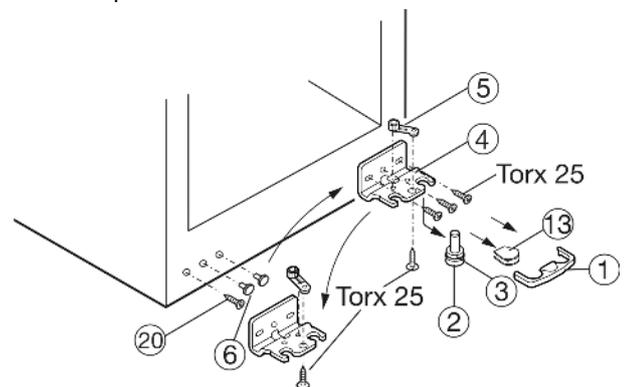

Fig. 4
- ▶ Предохранитель Fig. 4 (1) снимите движением вперед.
- ▶ Снимите крышку Fig. 4 (13).\*
- ▶ Вытяните опорный палец Fig. 4 (2) вниз и вперед. При этом следите за гнездом шарнира Fig. 4 (3).
- ▶ Открутите опорный кронштейн Fig. 4 (4).
- ▶ Открутите опорную деталь Fig. 4 (5) и, переставив в отверстие на противоположной стороне опорного кронштейна, снова прикрутите.
- ▶ Снимите и снова установите пробку Fig. 4 (6) на противоположную сторону со стороны ручки.
- ▶ Выкрутите болт Fig. 4 (20) и вкрутите на противоположной стороне.
- ▶ Снова прикрутите опорный кронштейн Fig. 4 (4) на новой стороне шарнира (с моментом 4 Нм). При необходимости используйте аккумуляторный шуруповерт.
- ▶ Снова слегка наклоните устройство назад и снова установите опорный палец Fig. 4 (2) с гнездом шарнира Fig. 4 (3). Заулубина на опорном пальце должна быть расположена спереди.
- ▶ Установите крышку Fig. 4 (13) на противоположной стороне.\*
- ▶ Предохранитель (1) нужно зафиксировать сбоку на кронштейне, чтобы опорный палец и двери были защищены от выпадения.
- ▶ Снова защелкните предохранитель (1) на опорном кронштейне.
- ▶ При необходимости выровняйте дверцы через два продольных паза в опорном кронштейне Fig. 4 (4) параллельно корпусу устройства. Для этого выкрутите средний винт.